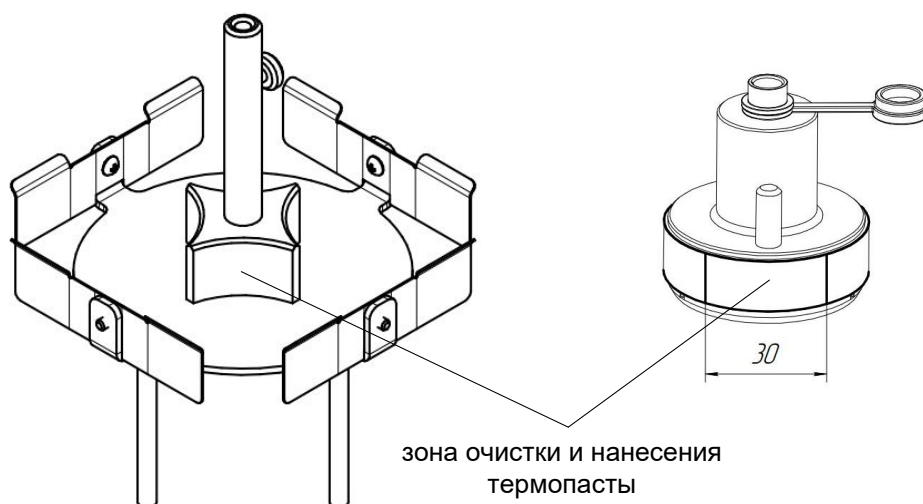

Рисунок 28 – Подготовка к проверке погрешности измерения температуры - Шаг 1
5.8.2 Очистить поверхности температурного контакта калибровочного приспособления, колец и нанести на них термопасту (КПТ-19 или КПТ-8) (см. рисунок 28).